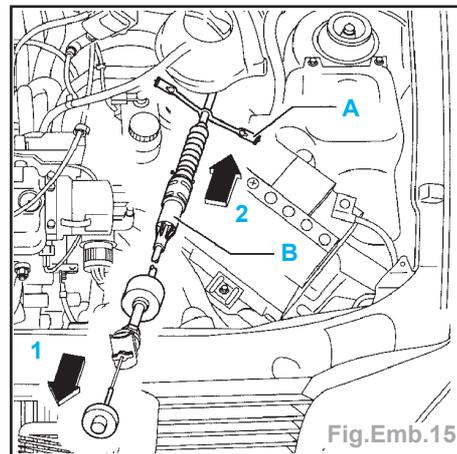

Fig.Emb.15
- Accrocher la bande de tension (A) (Fig.Emb.15).